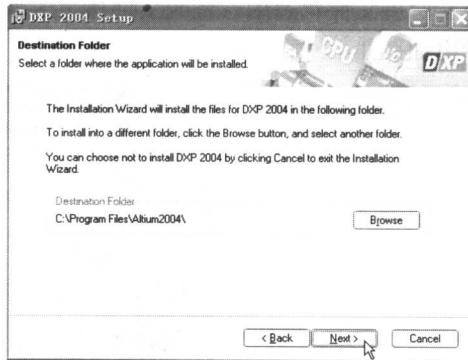

图 1-8 安装向导第 4 步
■步骤 10：在该对话框中输入用户的相关信息，并单击 **Next >** 按钮，进入下一步的安装，此时系统将弹出如图 1-8 所示的对话框。